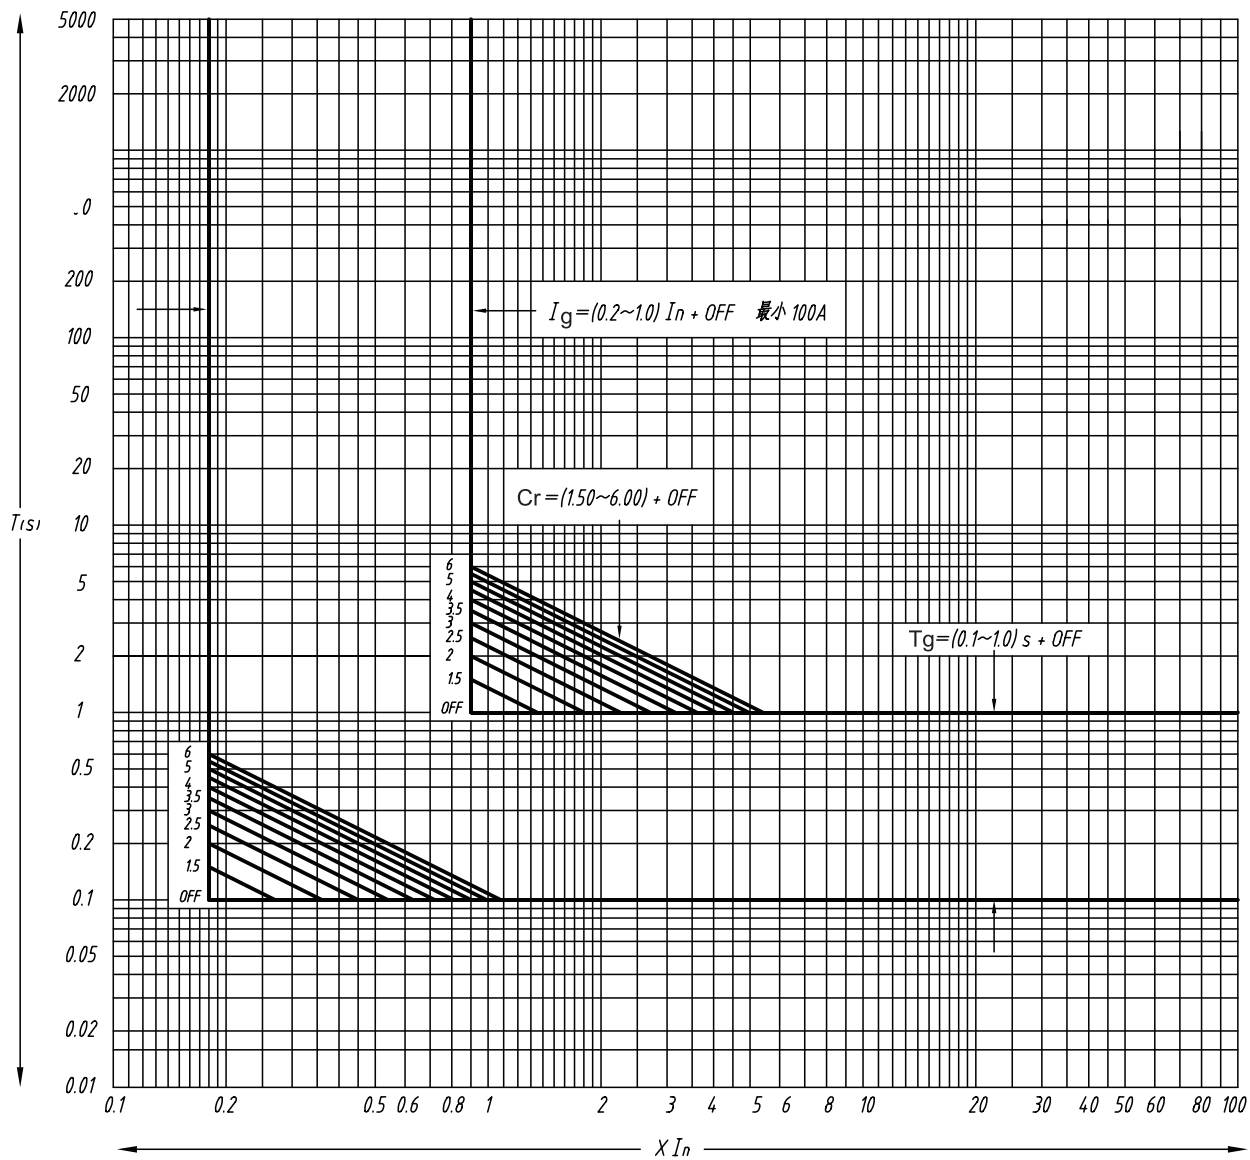

图2 接地特性曲线
7.6.5 接地故障保护为定时限，其延时特性符合表1，其保护特性见图2。